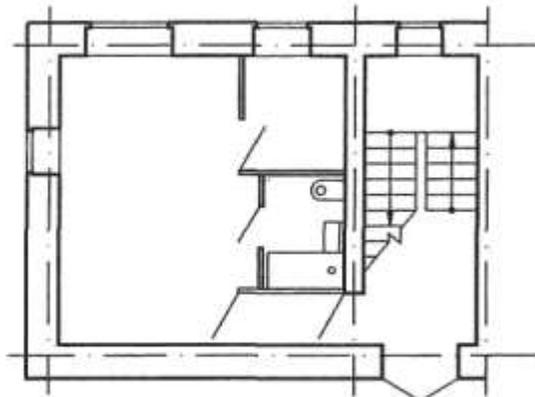

Рис. 10
14. Обводка простенков (рис. 10).
Обводку см. на рис. 10